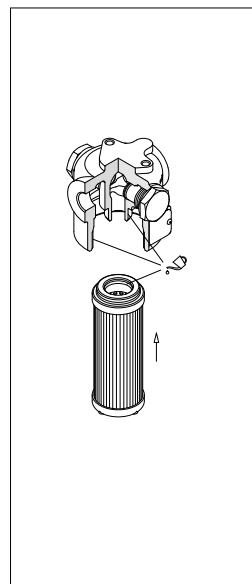

fig. 14
- (Fig. 14) Lubrificare con il fluido di lavoro l'O-ring dell'elemento filtrante, il codolo e la sede della testata, quindi calzare l'elemento filtrante sul codolo. Prestare attenzione a non danneggiare la guarnizione O-ring